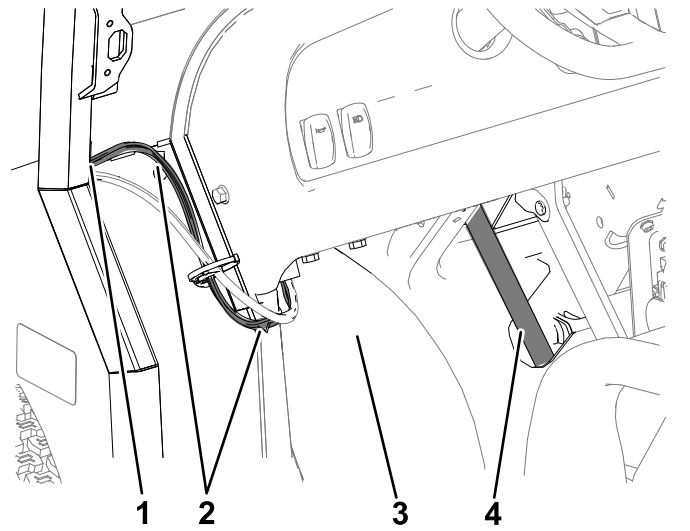

Figura 44
2. Enrute el conector hembra de 2 vías del arnés de cables por el orificio de la parte superior del pilar A (lado del conductor) del bastidor de la cabina, y hacia abajo hasta el orificio de la parte inferior del pilar (Figura 44).
3. Enrute el arnés de cables hacia delante, entre el guardabarros y la columna de dirección (Figura 44 y Figura 45).